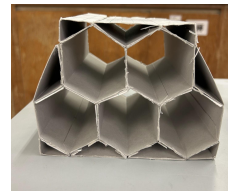

図1
- ハニカム構造のみを用いたパネル(図1)と、ハニカム構造とトラス構造を組み合わせた複合パネル(図2)の二種類を作る
- 下の図は図1,2をを節点法を用いて構造分析した図である。両者赤矢印の部分のちからが最も大きくなった。